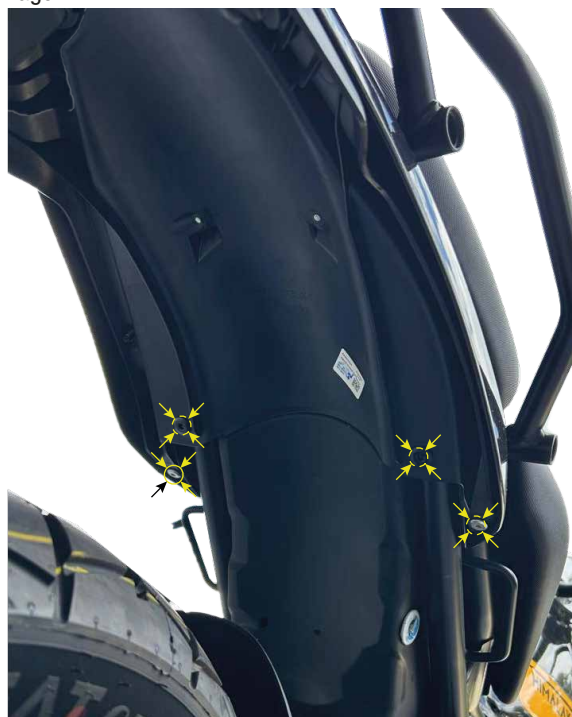

Imagen 1
- 1 Retirar los 4 tornillos que sostienen la cola de la motocicleta por la parte inferior (imagen 1), posteriormente retira la silla para desconectar el cable del stop y retirar los tornillos que muestra la imagen2.